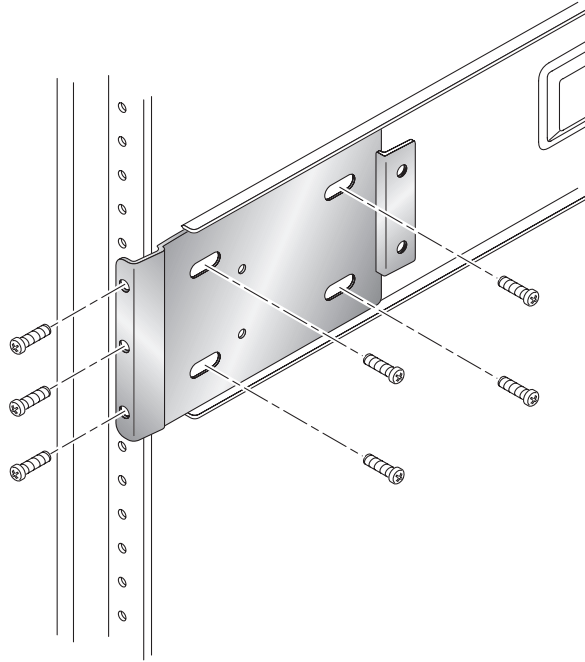

图6 安装侧面导轨的后扩充支架
- c. 拧松用于将后支架固定在侧面导轨上的四颗扩充螺丝（图6）。
- 3. 将侧面导轨后部的三个孔与机柜后安装导轨中的三个机架单位 (RU) 孔对齐（图6）。